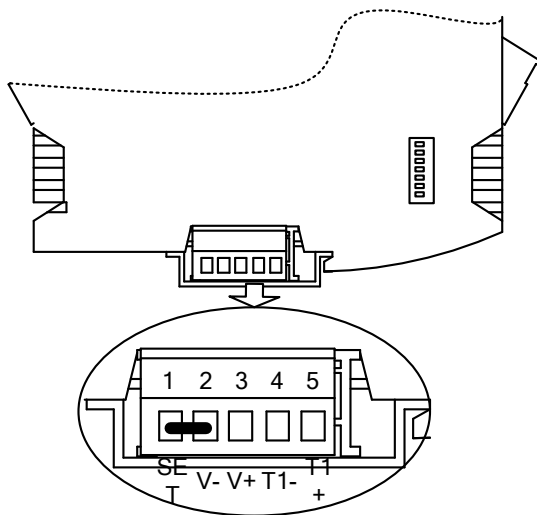

图 6-1-1 设置模式接线图
(1) 进入设置模式: 将控制器设置端子 (SET) 连接至电源负极 (V-) 短路,给控制器上电,使控制器进入设置模式,如图 6-1-1 所示。该模式下,RUN 灯熄灭,控制器内部的用户程序暂停运行。